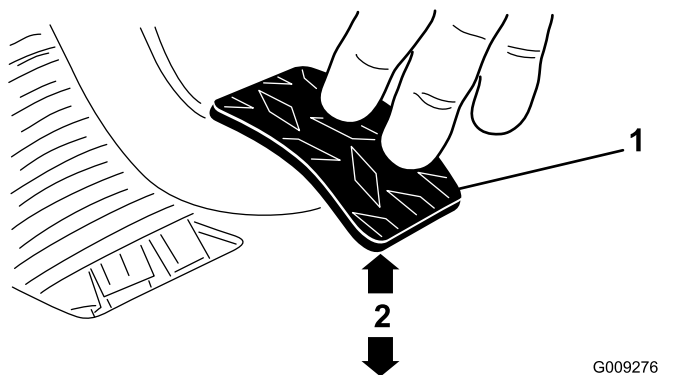

Figura 62
3. Reglai contrapiuliile sau articulaia sferică până când marginea din spate a pedalei de ambreiaj se află la 9,2 – 9,8 cm de partea superioară a plăcii de podea cu model diamant, atunci când aplicai pe pedală o foră de 1,8 kg. (Figura 62).